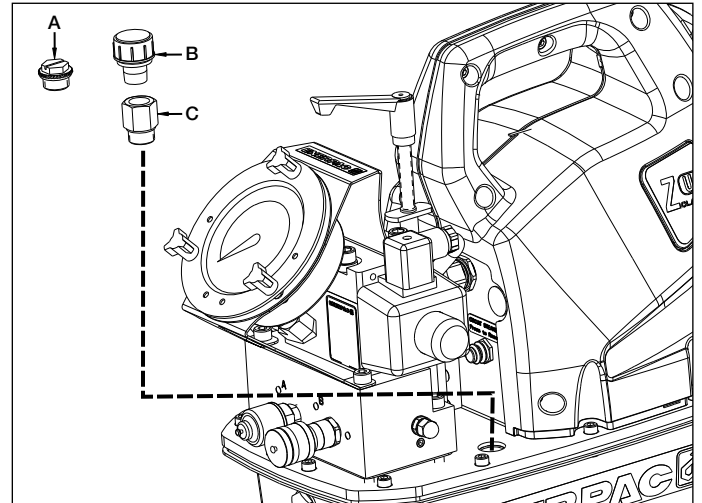

Figure 2, Installation de la goulotte de décharge
4.1 Bouchon d'évent et bouchon de remplissage d'huile (Voir Figures 2 & 3)